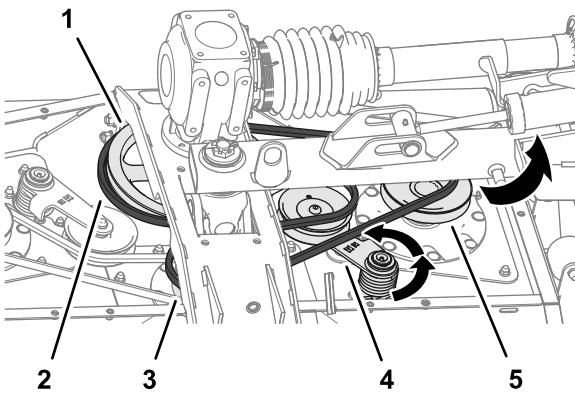

Bild 65
2. Drehen Sie den Riemenspanner für den langen Riemen mit einer Brechstange oder ähnlichem Werkzeug gegen den Uhrzeigersinn und ziehen Sie den Riemen von der Spannscheibe ab (Bild 65).
3. Ziehen Sie den langen Riemen von der Antriebsscheibe sowie von der Riemscheibe der mittleren und rechten Spindel ab (Bild 65).